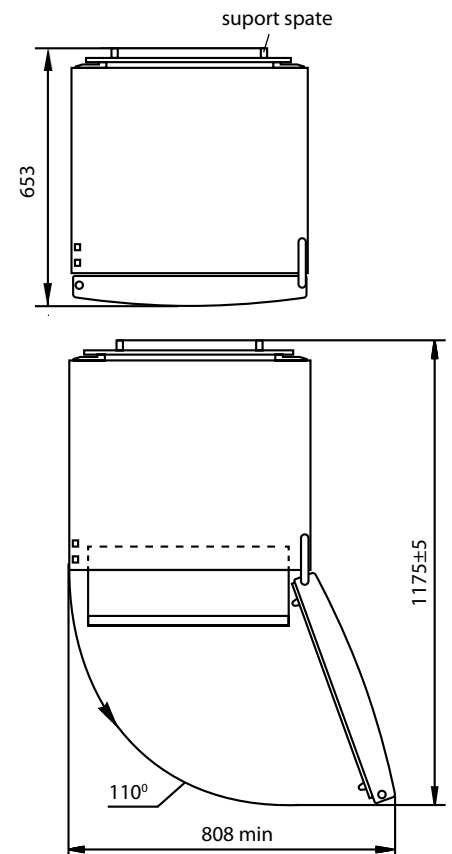

Figura 2 – Frigider (imaginea de sus)
1.4 Spațiul total, necesar pentru funcționarea frigiderului este determinat de dimensiunile indicate în Figura 2 în milimetri. Construcția frigiderului asigură un unghi maxim de deschidere a ușii – 110°. Pentru a evita defectarea, **ESTE INTERZISĂ** aplicarea forței pentru deschiderea ușilor la un unghi de peste 110°.